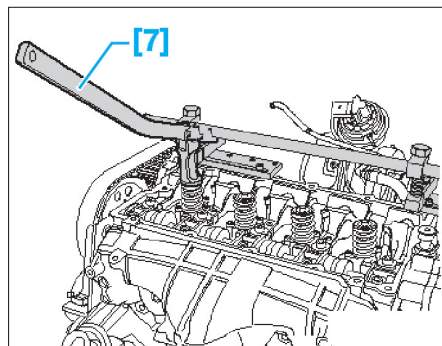

Fig. 48
- [7]. Lève-soupape (ref. 541/1A et 541/5) (Fig.48).
• Mettre en place l'outil [7] (Fig.48).